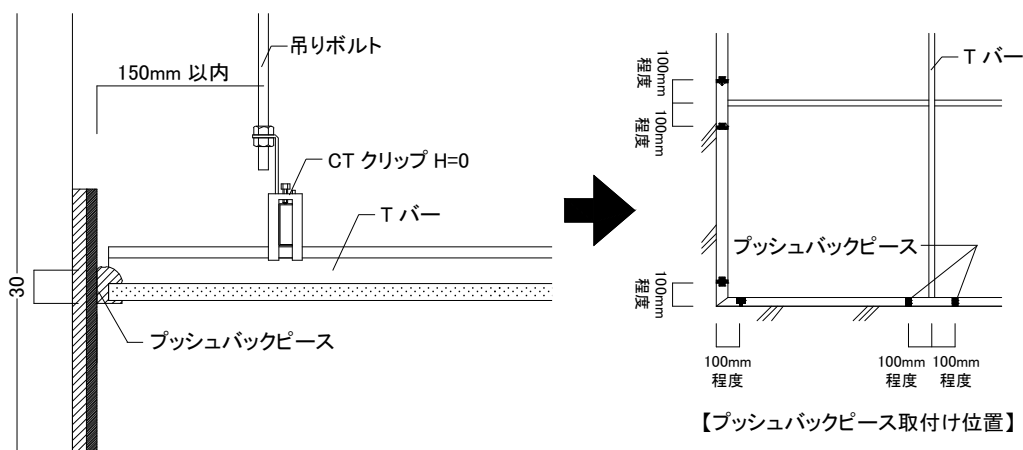

図2-8-2 プッシュバックピースの設置例
- 6) Tバーと同様に、天井板にクリアランスを設置した場合は、廻り縁にゴムスポンジ(プッシュバックピース)をTバーから100mm程度の両端位置に貼り付けること。(図2-8-2 参照)